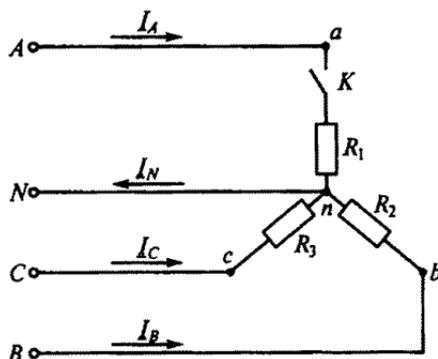

Рис. 129
3.103. Как изменятся токи при размыкании ключа *K* на рис. 129, если $R_1 = R_2 = R_3$?